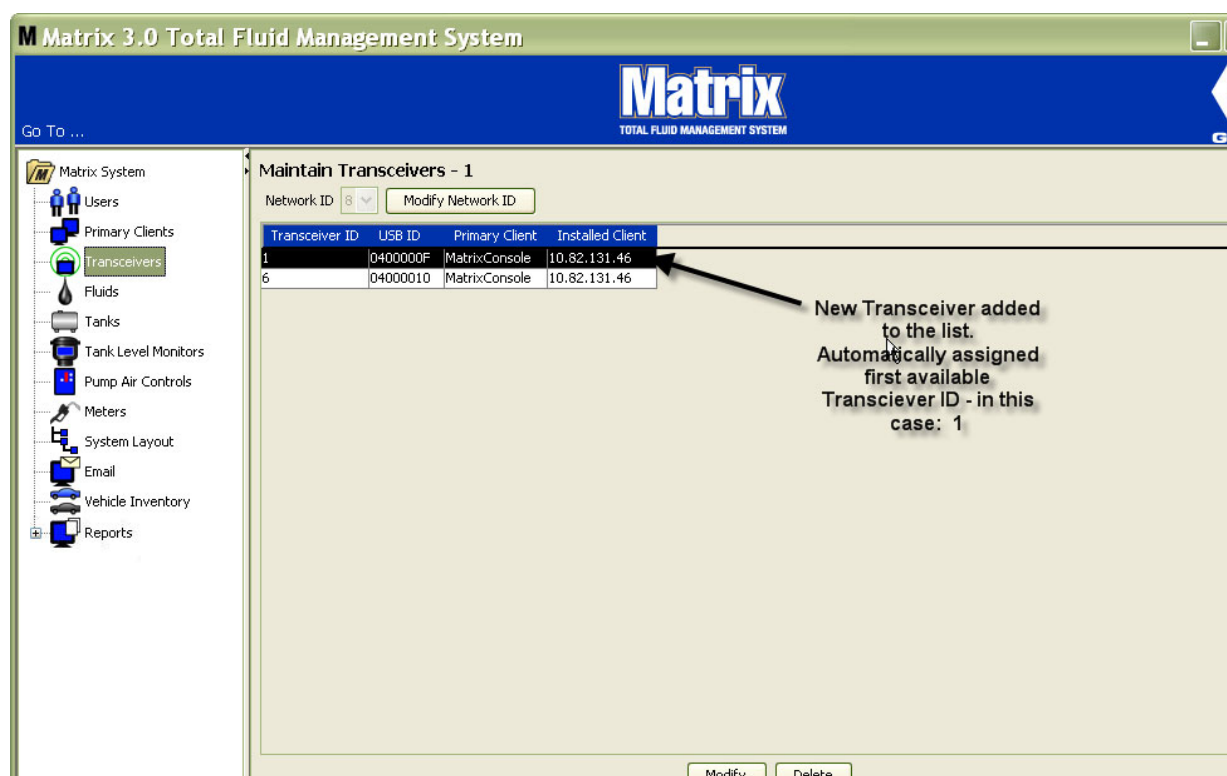

FIG. 86
1. Lorsqu'un émetteur-récepteur est branché dans le port USB de l'ordinateur, il est automatiquement ajouté en tête de la liste et le premier numéro d'identification d'émetteur-récepteur disponible lui est assigné comme illustré dans la FIG. 86. Le fait de débrancher ou d'éteindre l'émetteur-récepteur ne provoquera pas la disparition de ce dernier de la liste des émetteurs-récepteurs même si les deux fonctions arrêteront immédiatement la communication de ce dispositif.